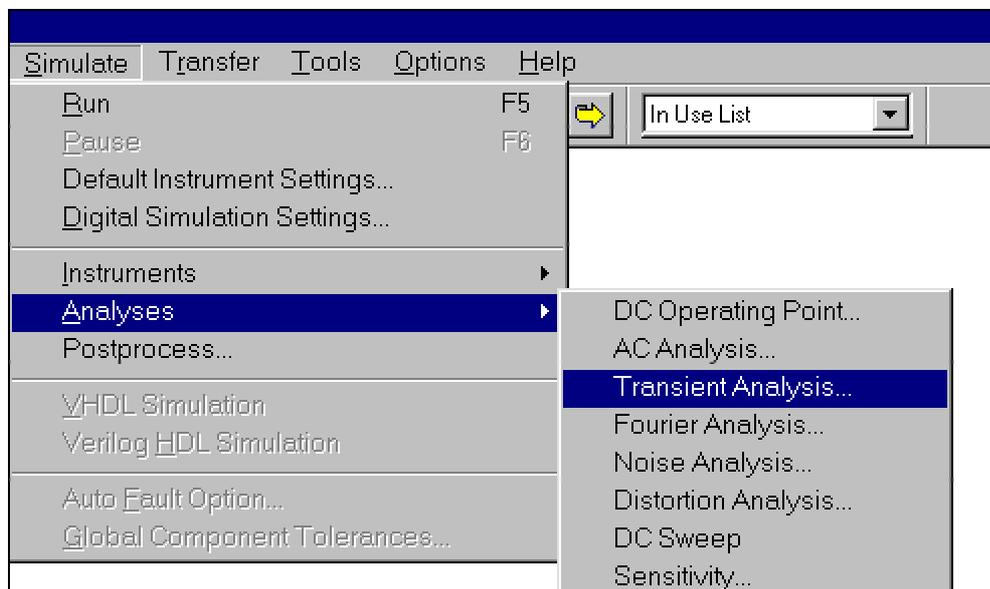

Fig. 17 Menú de análisis de transitorios
- Seleccionar el menú “Transient Analysis” que está dentro del menú “Simulate”, Fig. 17.